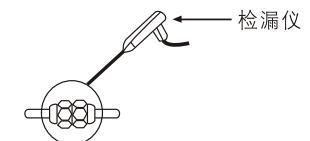

图37
- 3 用①塑料绝缘带把铜管和连接电缆包起来。
- 4 在接口处用检漏仪或者肥皂水来检查是否有泄漏。（如图37）